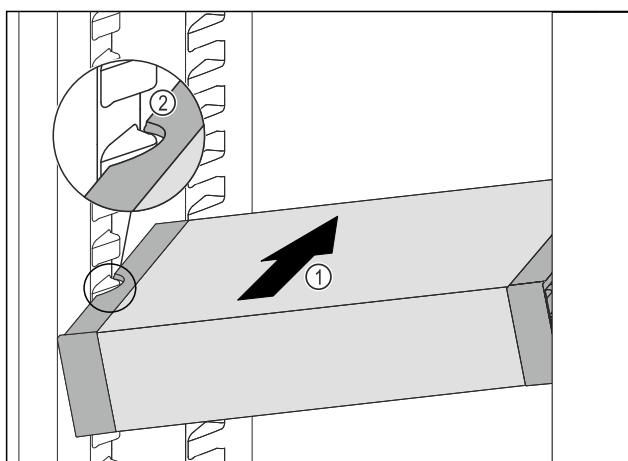

Fig. 56
- Împingeți VarioSafe oblic în frigider Fig. 56 (1), până când degajările laterale Fig. 56 (2) ale VarioSafe se află la înălțimea nervurii recipientului din frigider.